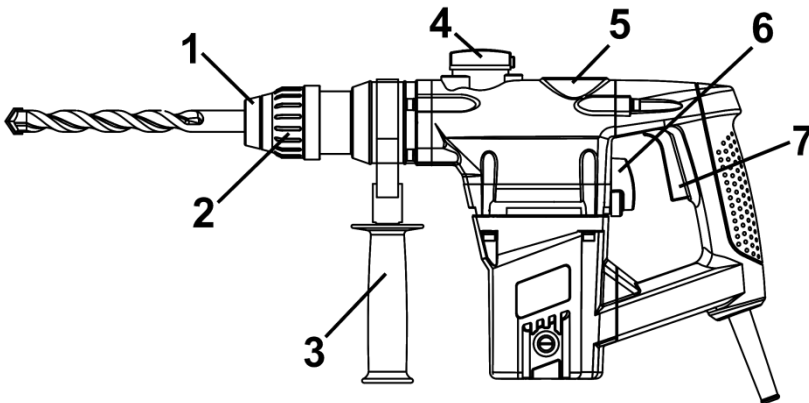

Рисунок 1
5.1 Виберіть необхідний режим роботи виробу за допомогою перемикачів (4) та (6) (див. рисунок 1).
5.2 Для включення виробу натисніть на курок вимикача (7) (рисунок 1). Для відключення виробу слід курок відпустити.